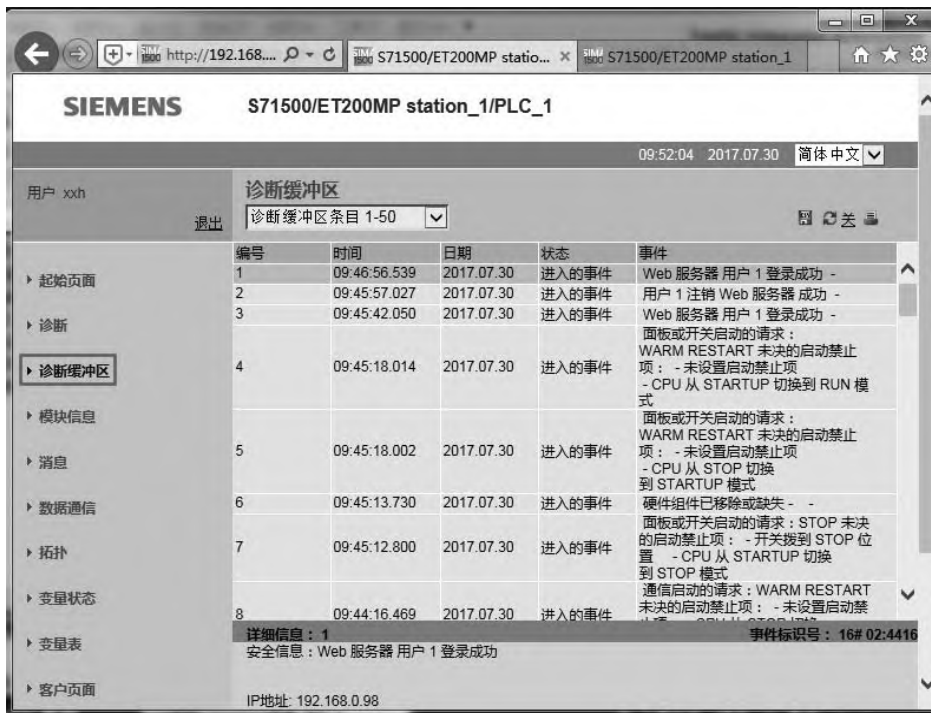

图 10-13 SIMATIC S7-1500 Web 服务器的诊断缓冲区
④ 查看信息。
a. 单击“诊断缓冲区”，可查看诊断缓冲区的信息，如图 10-13 所示。